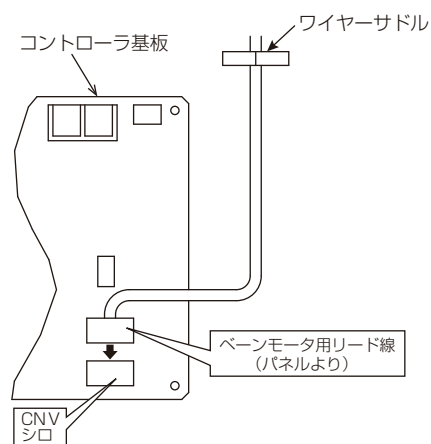

図10-4
- 本体制御ボックス内コントローラ基板のCNVにパネルのベーンモータ用リード線のコネクタを確実に差込んでください。（図10-1、図10-2、図10-3、図10-4）